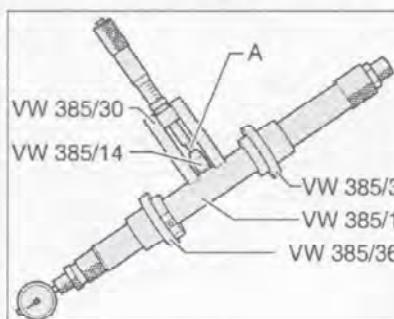

Рис. 7.153. Соберите универсальное измерительное приспособление VW 385/1, выбрав соответствующую надставку (A).
33. Соберите универсальное измерительное приспособление VW 385/1, выбрав соответствующую надставку (A) (рис. 7.153).